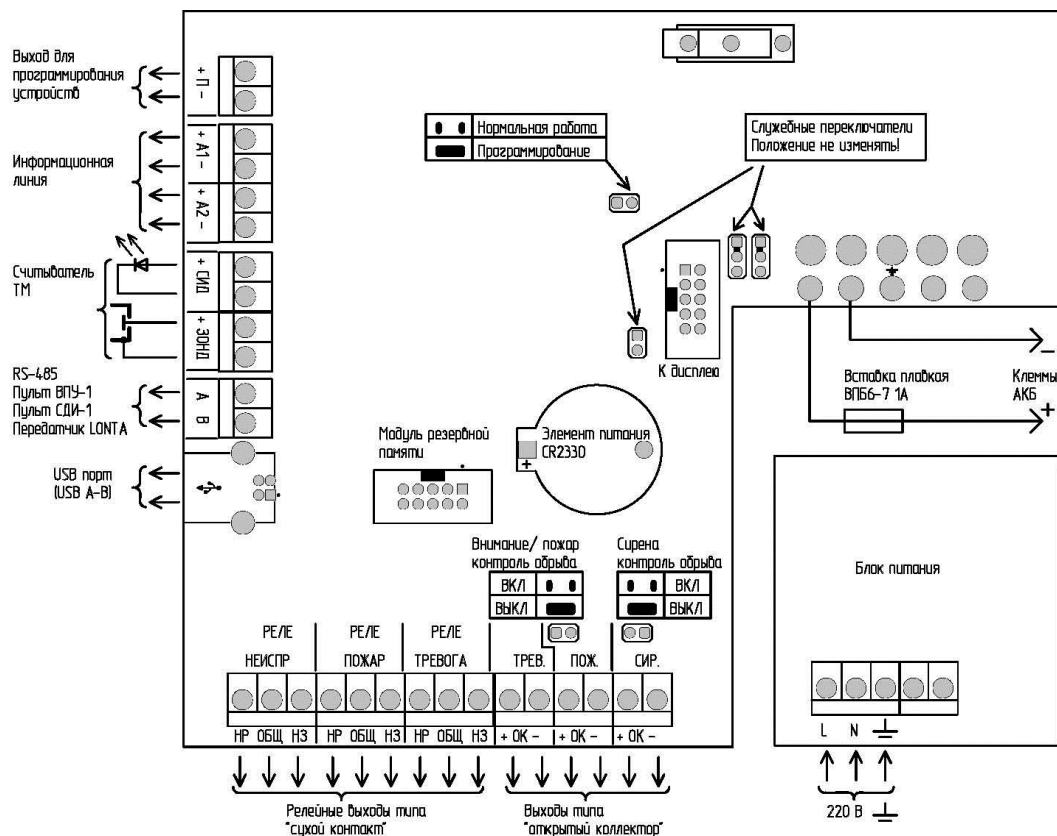

Рис. 3. Расположение клемм подключения на системной плате АПКП.
5.1.3. На блоке питания АПКП (рис.3) расположены клеммы питания  $\approx 220\text{В}$  и заземления.
5.1.4. На системной плате (рис.3) расположены клеммы:
5.1.5. На системной плате рис.3 расположен также порт USB для подключения компьютера и разъем для установки дополнительной платы памяти.
5.1.6. На системной плате рис.3 расположены три переключки (три джампера):